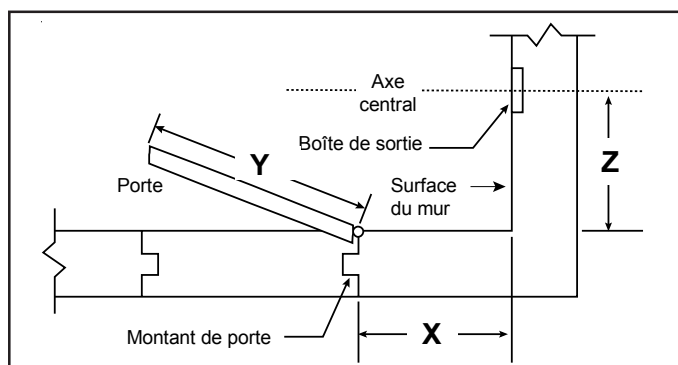

Figure 1. Emplacement du dispositif de retenue
- À partir de la Figure 1, repérez l'intersection des dimensions X et Y dans le tableau 2. La dimension Z correspond à la valeur indiquée à cette intersection dans la partie grisée.